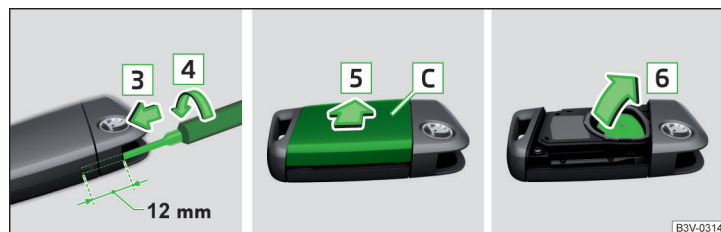

Fig. 353 Ridicarea capacului / scoaterea bateriei
- Introduceți o șurubelniță dreaptă îngustă (3 mm lățime) aproximativ 12 mm în deschiderea rezultată, în sensul săgeții **3** » fig. 353.